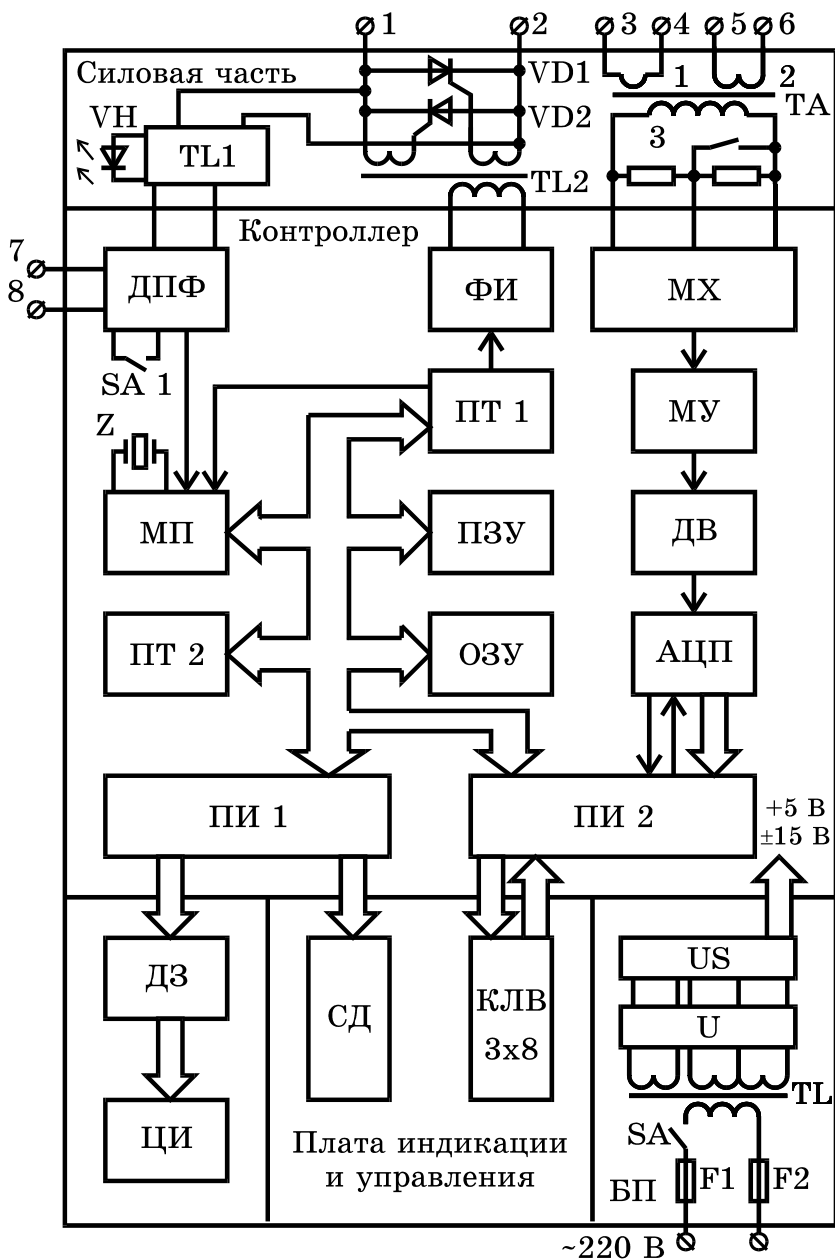

Рис. 1 Структурная схема устройства «Сатурн-М»
- вблизи органов управления и клемм надписи или символы, указывающие их назначение (см. рис.1);